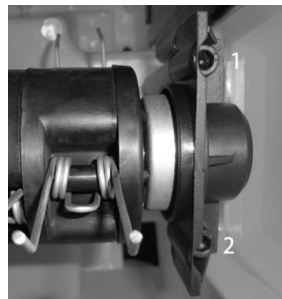

Рис. 7.3
3. Закрутите винты (**1**) и (**2**) (рис. 7.3).